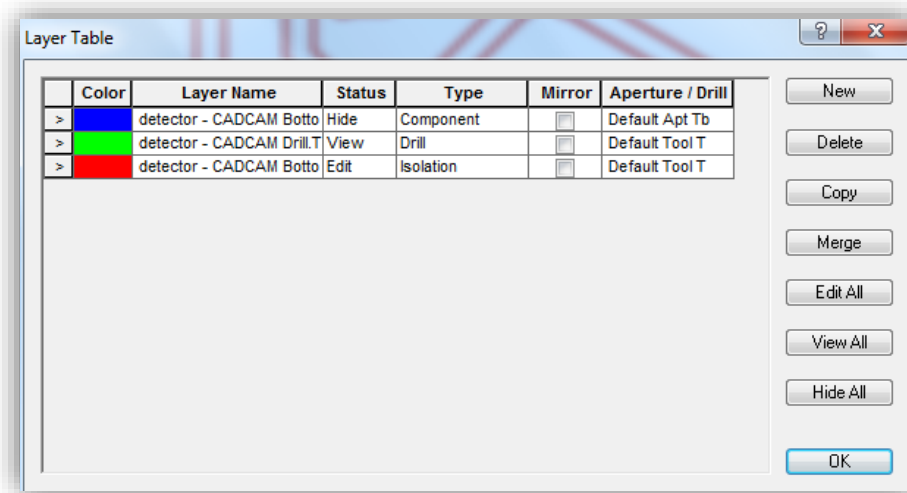

Figura 63. Tabla de capas.
44. Emerge una ventana como la que se muestra en la figura 63.